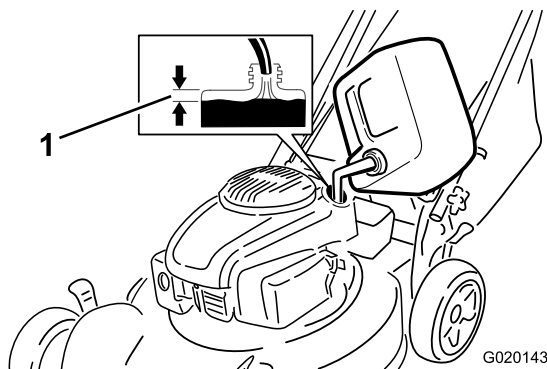

Figura 7
1. Pulite l'area intorno al tappo del serbatoio del carburante e togliete il tappo (Figura 7).